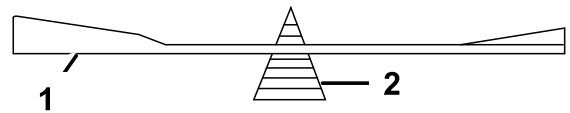

Figura 98
2. Verifique el equilibrio de la cuchilla colocándola sobre un equilibrador de cuchillas (Figura 98).